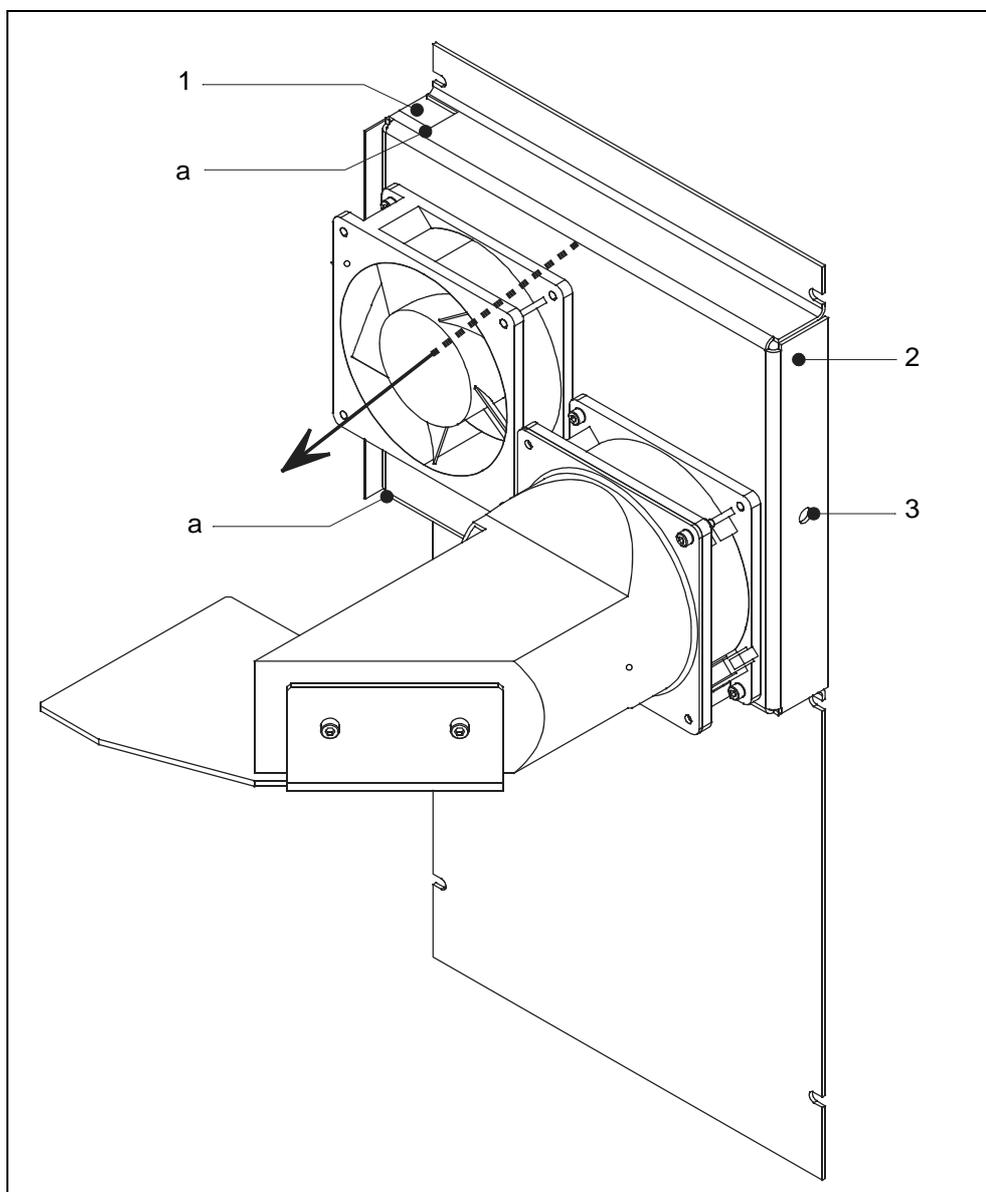

Fig. 9-2 Remplacement du filtre à air dans la paroi du châssis
- Saisissez la cartouche filtrante avec deux doigts au niveau des évidements indiqués sur la Fig. 9-2/a puis retirez la cartouche filtrante du guidage. Si cela n'est pas possible, éjectez le filtre vers l'avant à l'aide d'un outil à travers l'orifice à l'arrière Fig. 9-2/3.
- Lors de la mise en place de la cartouche filtrante, observez le sens de ventilation. Il est indiqué par une flèche noire sur la Fig. 9-2 ci-dessus.